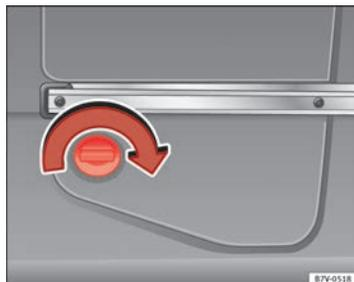

Fig. 166 Dans la partie arrière gauche du coffre : réservoir d'AdBlue, derrière un couvercle.
- Tournez la fermeture rapide du couvercle dans le sens des aiguilles d'une montre ⇒ fig. 166 puis ouvrez le couvercle vers l'avant.